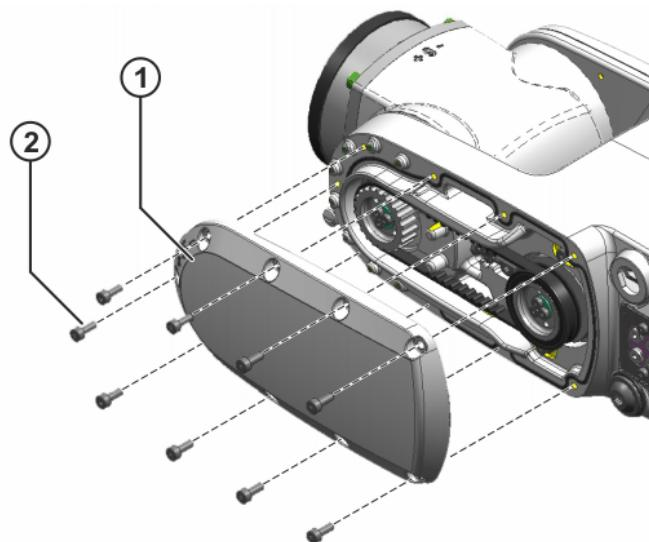

Abb. 8-9: Deckel A5 riemenseitig
1. 9 Innensechskantschrauben M4x10-8.8 am Deckel A5 riemenseitig herausdrehen (>>> Abb. 8-9).